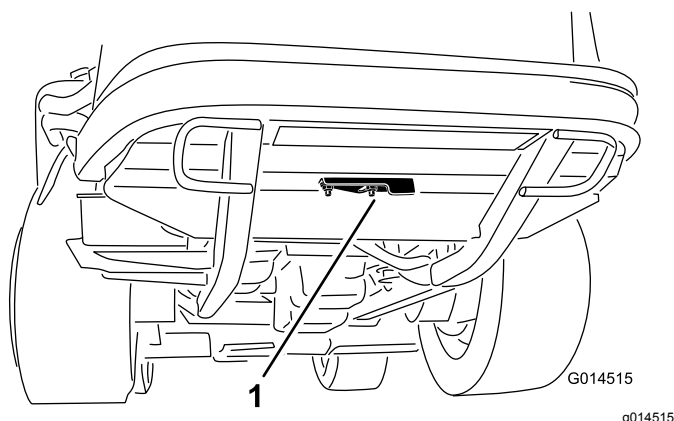

図 45
2. クリーンアウトカバーを後フレームの下側に固定しているフランジナットをゆるめる 図 45。カバーをめくると、フレームのクリーンアウトホール清掃穴が露出する。